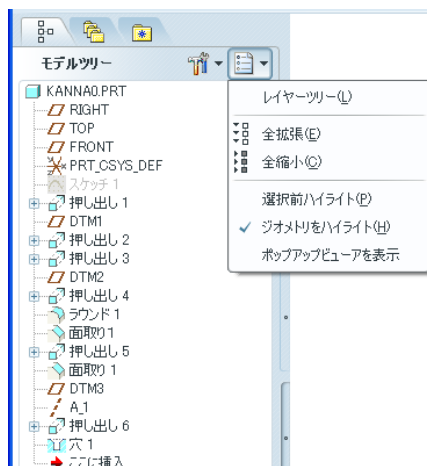

図 4-85 レイヤー表示
- モデルツリー上部の「表示」ボタンを押し、レイヤーツリーを選択する図 4-85に示す。